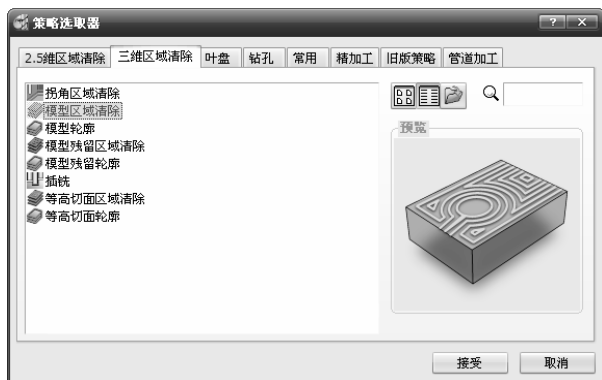

图 3-136 “策略选取器”对话框
1) 单击主工具栏上的“刀具路径策略”按钮, 弹出“策略选取器”对话框, 单击“三维区域清除”选项卡, 在弹出的三维区域清除策略选项中选择“模型区域清除”加工策略, 如图 3-136 所示。单击“接受”按钮完成。